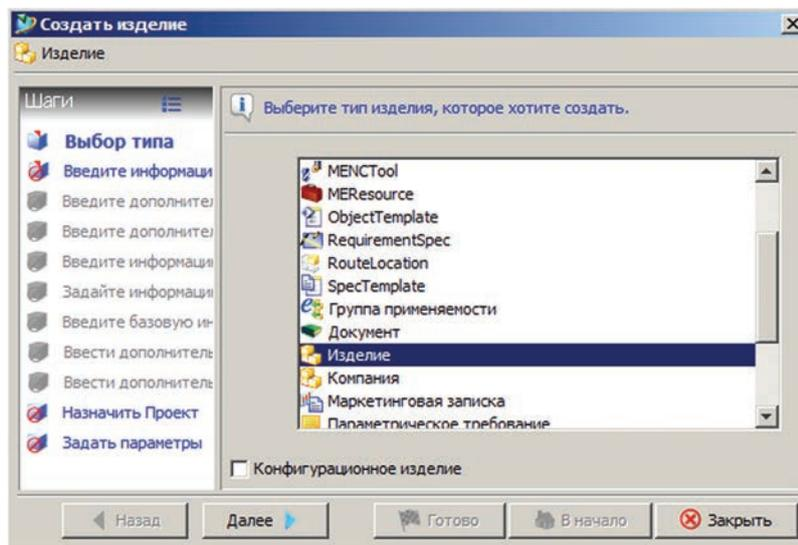

Рисунок 4.4
- на первом шаге необходимо выбрать тип создаваемого изделия, например **Изделие** (базовый тип, предназначенный для описания различных типов данных), и нажать кнопку **Далее** для перехода к следующему «шагу» мастера создания изделия (рис. 4.4);